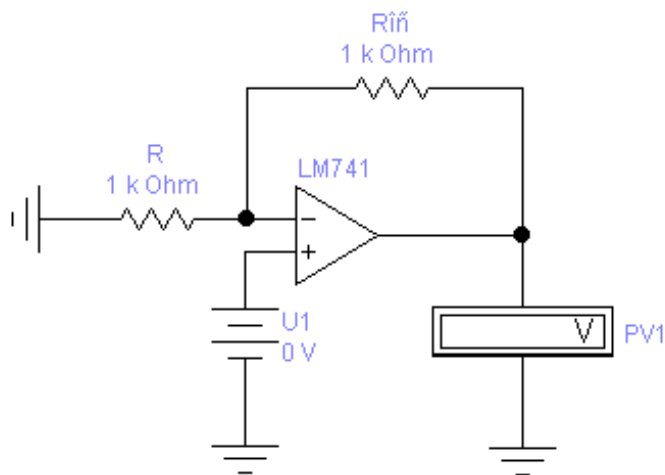

Рисунок2 - Схема для исследования неинвертирующего усилителя на базе ОУ
3.1. Соберите схему для исследования неинвертирующего усилителя на базе ОУ (рис. 2).
3.5. Изменяя значения напряжения источника сигналов $U_{вх}$ (на рис. 2 обозначен как U_1), измерьте и запишите значения выходных сигналов $U_{вых}$ (показания вольтметра PV1) в таблицу 2.